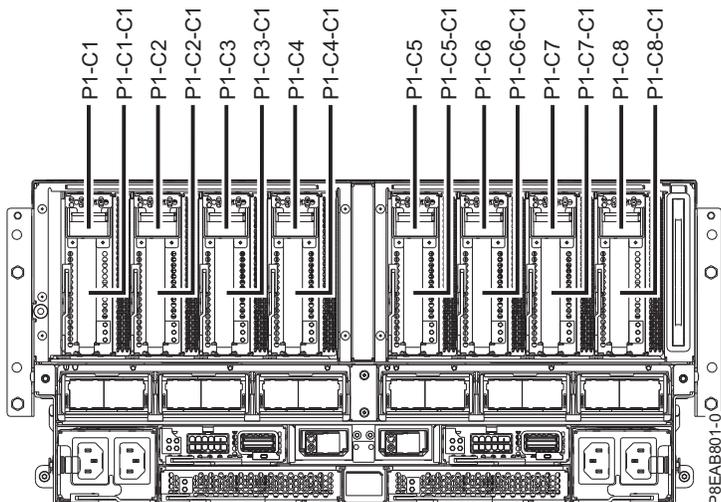

Abbildung 37. Positionen der PCIe-Adaptersteckplätze im System
3. Bestimmen Sie den Steckplatz, in dem Sie einen PCIe-Adapter installieren möchten. In Die PCIe-Adaptersteckplätze befinden sich an der Rückseite eines Systems. Abb. 37 werden die Positionscodes der PCIe-Adapter angezeigt.